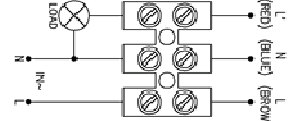

FIG. 2
- Пропустите провод питания через отверстие с прокладкой в нижней части. Подключите провод с продуктом в соответствии со схемой /Рисунок 2/.
- Pass tela të energjisë nëpër vrimë me copë litari në fund. Lidhjeni tela me produktin sipas diagram /Figure 2/.